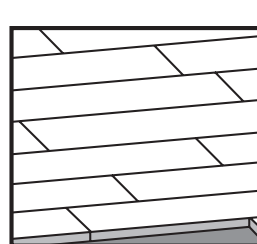

FIGURE 1.1 (CORRECTE)
ÉTAPE 4: Taillez la dernière latte de la rangée de départ en laissant la distance appropriée du mur et utilisez la retaille pour commencer la deuxième rangée. Il est préférable de ne pas utiliser cette retaille si sa longueur est inférieure à 6 po, car elle pourrait avoir tendance à se déplacer. Continuez à poser les lattes en insérant d'abord la languette dans la rainure du côté de la latte, puis la languette dans la rainure du bout. Évitez de regrouper, si possible, les joints; pour ce faire, espacez ces derniers d'au moins 8 1/2 po (plancher de 4 1/4 po de large). Enlevez toute trace d'adhésif de la surface finie des lattes avant qu'il sèche en utilisant le dissolvant approprié. Voir la figure 1.1 et 1.2.